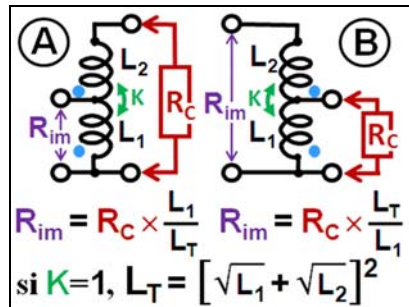

Figure 1 : Autotransformateurs
Nous avons sur la figure 1 les deux utilisations d'un autotransformateur : abaisseur d'impédance en (A) et élévateur d'impédance en (B).